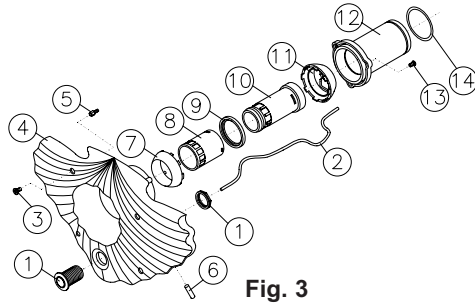
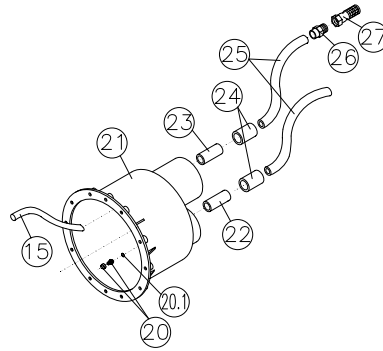

Fig. 3
Fig. 2
**3.1** Para fijar el nicho (nº21, fig.2) en una pared de hormigón, sólo tiene que seguir las instrucciones dadas en el capítulo 2 (lugar de instalación).
**4.1** El nicho se suministra con los tubos nº22 y 23, (fig.2) ya instalados, además uno de los manguitos (nº 24, fig.2) se suministra encolado en el tubo nº 22. Una vez fijado el nicho a la pared, siguiendo las instrucciones del capítulo 2, procederemos a la instalación de las líneas de aire y neumática.
Esta línea está compuesta por un manguito (nº 24), un tubo flexible (nº 25), un terminal rosca macho (nº 26) y una válvula de pie (nº 27), todas estas piezas se suministran montadas por lo que sólo tendremos que encolar el extremo del manguito (nº 24) al tubo (nº 23) ya instalado en el nicho. Es importante fijar el tubo de la línea de aire a la pared del local técnico procurando que la válvula de pie quede en la parte más alta, evitaremos así, la aspiración de suciedad. (ver fig. 8, pag. 9). Por último, instalaremos el tubo flexible (nº 15, fig. 2) embutiendolo a presión en la cánula que se encuentra en el interior del nicho. (ver fig.5, pag.6).
Esta línea está compuesta por un tubo (nº 22), un manguito (nº 24) y un tubo flexible (nº 25); como el tubo (nº 22) y el manguito (nº 24) ya están instalados en el nicho, sólo tendremos que encolar el tubo (nº 25) al manguito (nº 24), introduciremos el tubo transparente (nº 2, fig.3) dentro de la línea neumática, pasaremos el extremo de dicho tubo transparente (nº 2, fig. 3) por el orificio del nicho, y lo fijaremos mediante el prensa (nº 20 y 20.1, fig. 2). Una vez realizada esta operación, procederemos a encolar el tubo (nº 25) al manguito (nº 24). El extremo del tubo (nº 2, fig. 3) se conectará al microinterruptor situado en un lateral del cuadro hidroneumático incluido con el HIDROJET.